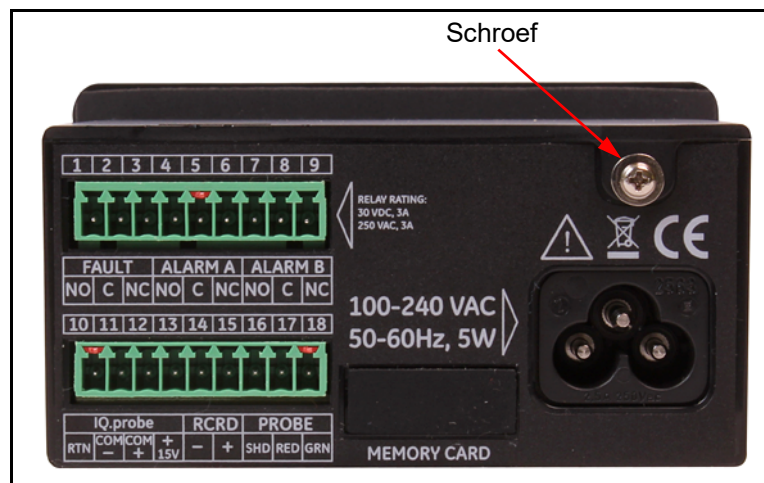

Figure 4: Achterpaneel (netsnoerversie afgebeeld)
2. Verwijder de schroef bovenaan het achterpaneel (zie *Figure 4* hieronder).